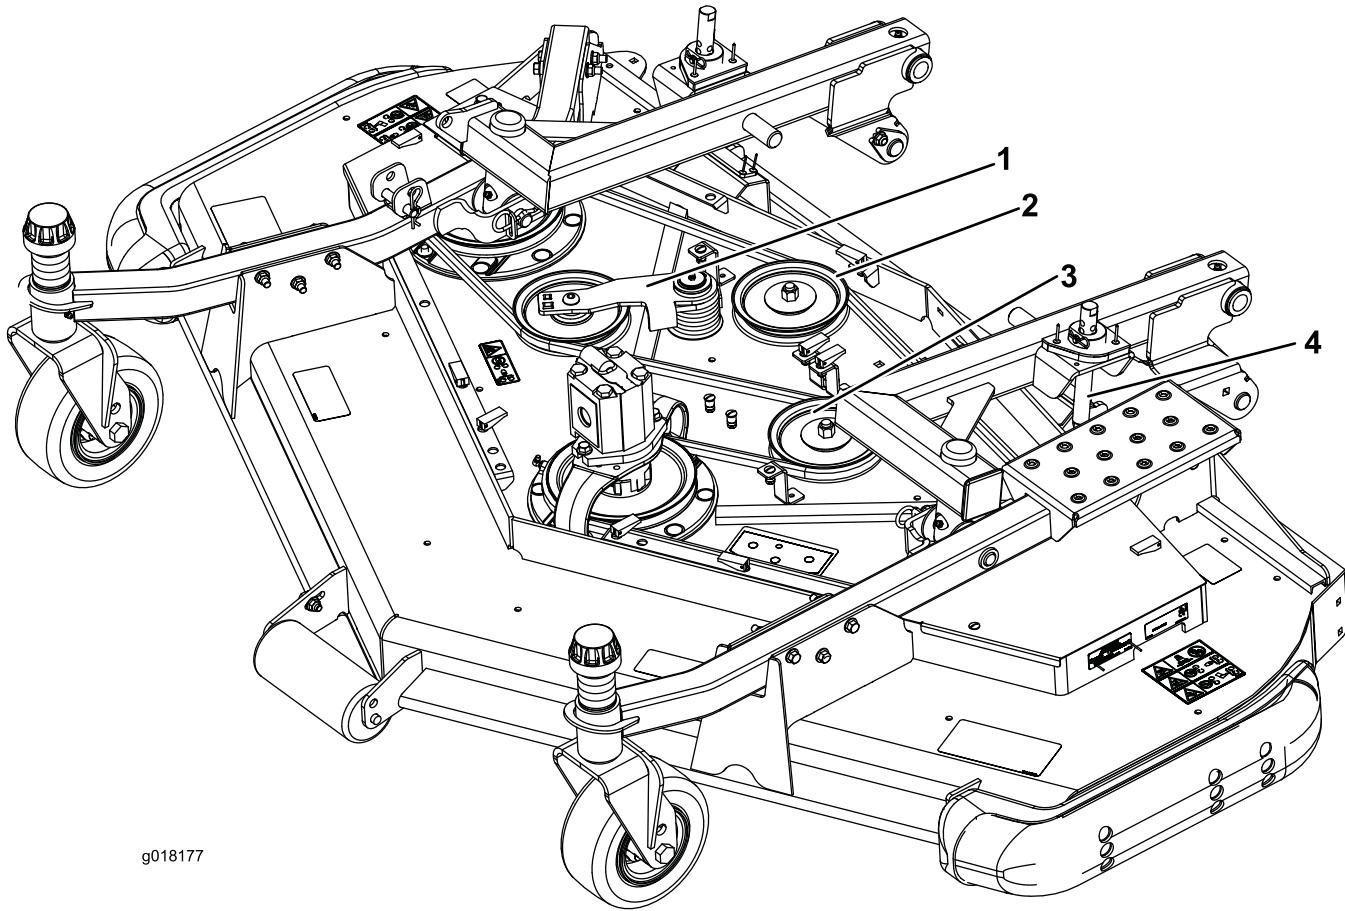

Figura 2
- A. Con una chiave di serraggio dinamometrica o uno strumento simile, fate allontanare la puleggia tendicinghia a molla dalla cinghia motrice per rilasciare la tensione della cinghia, così da poterla sfilare dalla puleggia tendicinghia fissa (Figura 2).
- B. Rimuovete il bullone a testa tonda e il dado di bloccaggio che fissano al piatto la puleggia tendicinghia fissa, la rondella piana e il distanziale tendicinghia corrispondenti. Rimuovete la puleggia tendicinghia fissa corrispondente (Figura 2).